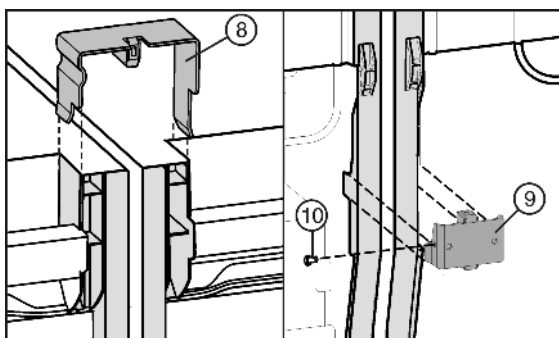

Fig. 7
- ▶ Поставете свързващата скоба Fig. 7 (8) горе върху средните странични стени.
- ▶ Поставете свързващия ъгъл Fig. 7 (9) долу в подходящия жлеб.
- ▶ Ако свързващият ъгъл стои малко хлабаво, монтирайте винта Fig. 7 (10).